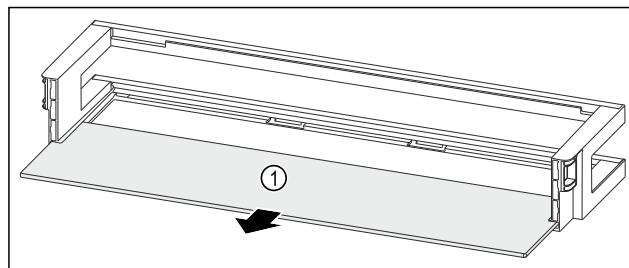

Fig. 201 Türabsteller mit Abstellfläche
- Abstellfläche Fig. 201 (1) entnehmen.